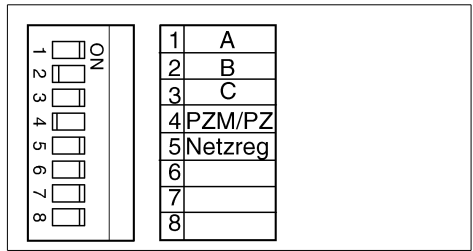

Fig. 3 : Interrupteur
La dureté de l'eau brute de votre eau de réseau doit être programmé sur l'électronique à l'aide de l'interrupteur (26). Ouvrir le contact (A, B ou C) correspondant à la dureté de l'eau brute (glisser à l'opposé de la position « ON » ; (cf. fig. 3).